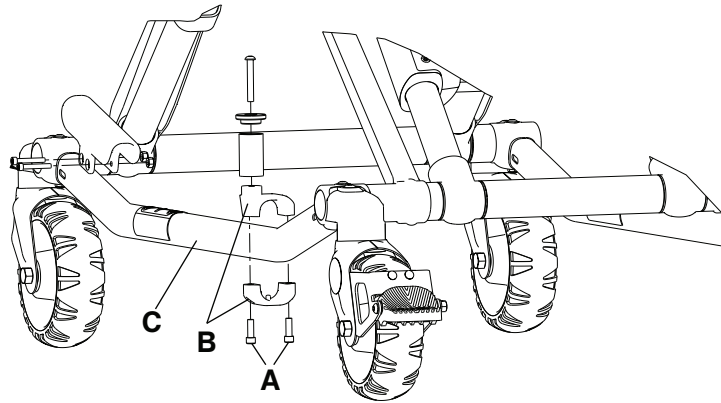

Figure 5 – Montant de retenue de la civière
1. À l'aide d'une clé Torx T30, retirer les deux vis d'assemblage à six pans creux (A) qui fixent les supports (B) au châssis du châssis (C) (Figure 5). Conserver les vis.